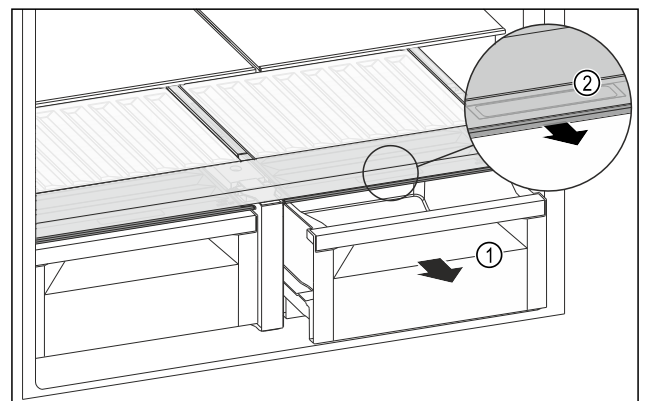

Fig. 142
- Estrarre il cassetto Fig. 142 (1).
- Afferrare la maniglia incassata Fig. 142 (2) sul coperchio dello scomparto e tirare allo stesso tempo in avanti il coperchio dello scomparto.